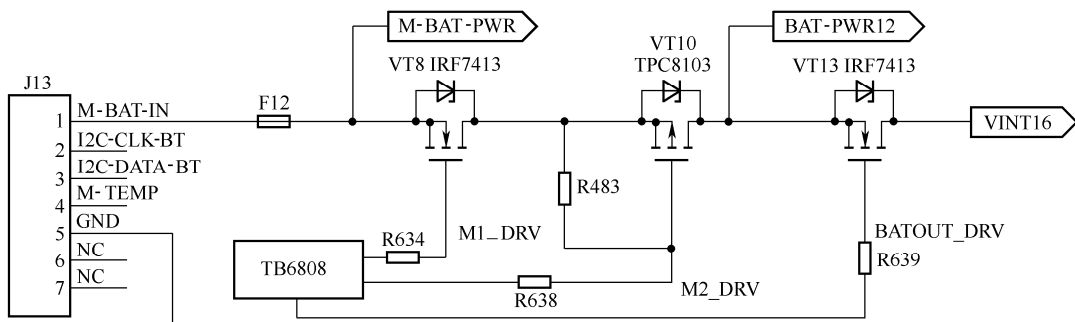
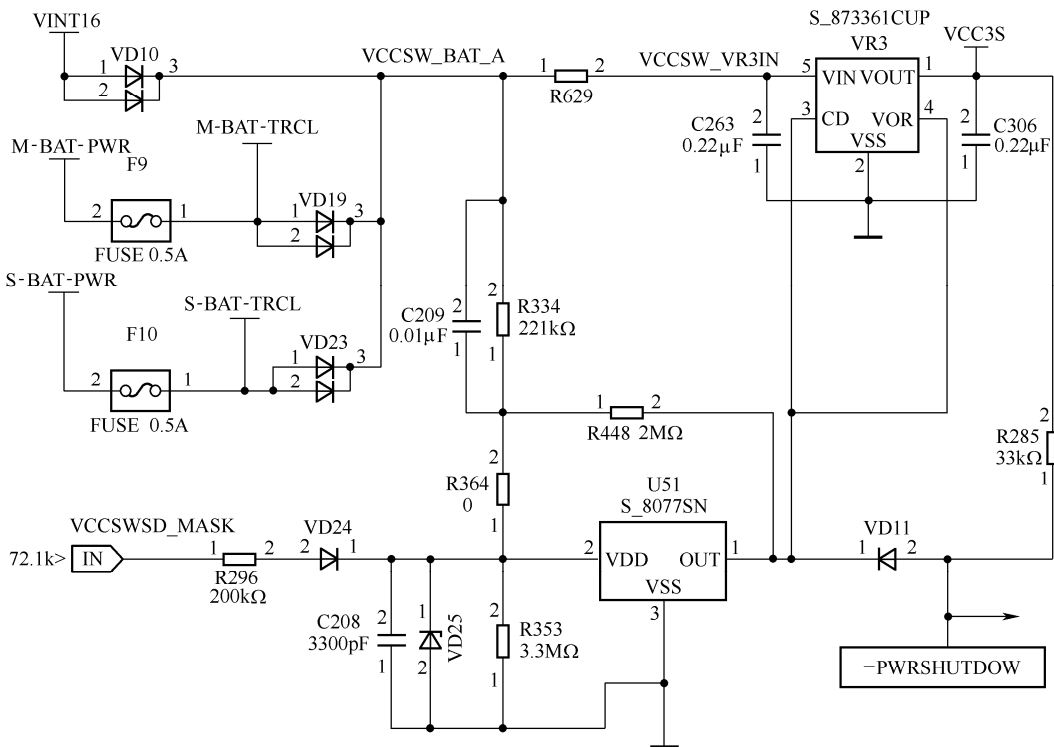

图 6-40 IBM T30 电池供电中的保护隔离电路
图 6-45 IBM T30 待机电路
IBM 电池供电中的保护隔离电路如图 6-40 所示。电池输出的 12V 电压送到 J13①脚, 经熔丝 F12 输出 M-BAT-PWR 电压送待机电路(如图 6-45 所示), 然后经 N 沟道场效应管 VT8、P 沟道场效应管 VT10, 输出 12V 的 VINT16 电压, 给系统单元供电电路、CPU 供电电路和充电电路等提供电源。
IBM T30 待机电路如图 6-45 所示。此电路有三路电压输入: 第一路是电源适配器经隔离二极管 VD10 输入的 VINT16 (16V) 电压, 第二路是主电池经隔离二极管 VD19 输入的 M-BAT-PWR (12V) 电压, 第三路是辅助电池经隔离二极管 VD23 输入的 S-BAT-PWR (12V) 电压。由于电源适配器电压高于电池电压, 所以当插上电源适配器时, 由电源适配器给待机电路供电, 此时 VD19、VD23 截止; 没有插上电源适配器时, 由电池给待机电路供电。供电电压经 R629 加到待机芯片 VR3 的⑤脚。